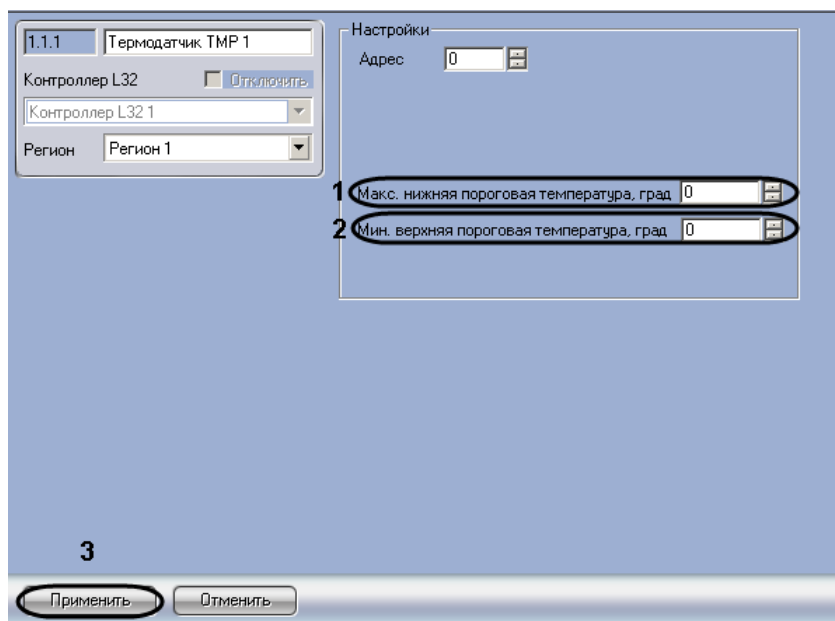

Рис. 3.3—13 Настройка датчика температуры
2. В поле Макс. нижняя пороговая температура, град ввести с помощью кнопок вверх-вниз максимальное допустимое значение температуры в градусах (см. Рис. 3.3—13, 1).
3. В поле Мин. верхняя пороговая температура, град ввести с помощью кнопок вверх-вниз минимальное допустимое значение температуры в градусах (см. Рис. 3.3—13, 2).